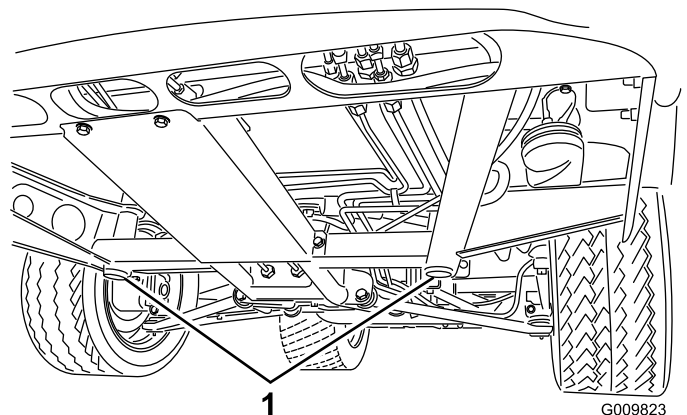
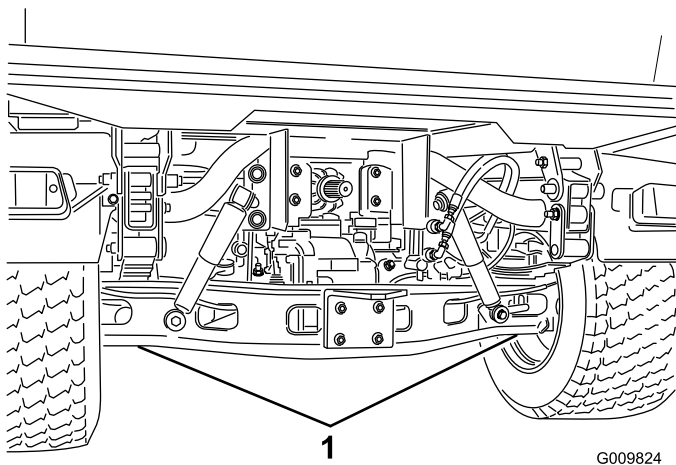

Bild 33
Bild 34
- Die Hebestelle befindet sich vorne am Fahrzeug unter der vorderen mittleren Rahmenstütze (Bild 33) und hinten unter der Achse (Bild 34).